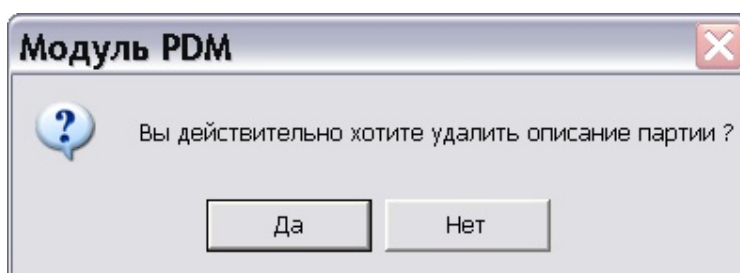

Рис. 225
3. В появившемся окне подтвердите свое намерение (Рис. 225).